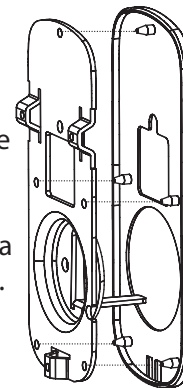

Figura 3A
- a. Asegurarse de que la junta en la placa interior de montaje está apropiadamente ajustada. Tome en cuenta el posicionamiento de las cinco protuberancias de goma que tiene la junta (Figura 3A).